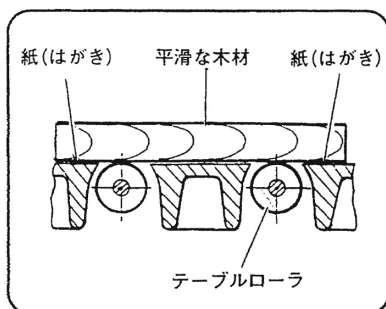

図 19
(3) 調整は平滑な木材の下にはがきをあてておき、テーブルローラが木材に接するようにすると簡単にできます。（図19）